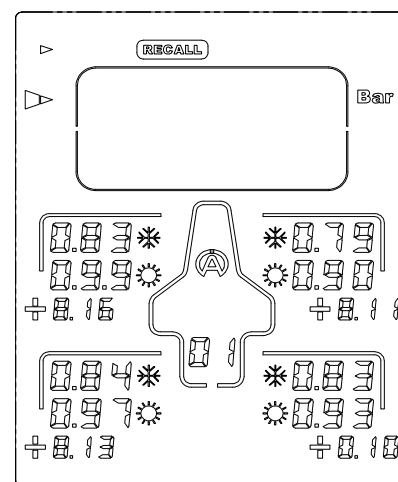

Figura 8
- 3) Pressione o botão ou : o Tyrecontrol apresenta as pressões do primeiro "Conjunto" gravado + os desvios (Figura 8).